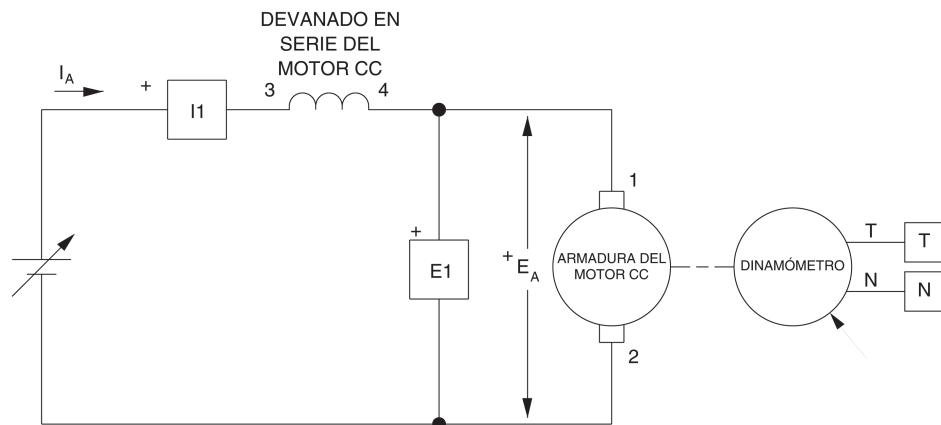

Figura 2-21. Motor serie acoplado al Dinamómetro.
En la cuarta parte, conectará el Motor de impulsión / Dinamómetro como un motor serie (véase el montaje de la Figura 2-21). Usted medirá los valores y trazará un gráfico de la velocidad n en función del par T del motor. Luego comparará dicho gráfico con el obtenido en el ejercicio anterior para el motor c.c. con excitación independiente.
17. Modifique las conexiones para obtener el circuito del motor serie de la Figura 2-21.